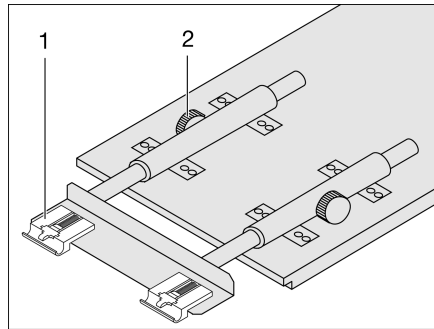

Bild 99 Hängetisch vergrößern
- Die Rändelschrauben (Bild 99,2) lösen.
- Die Tischplatte vorn leicht anheben und bis zum Anschlag herausziehen. Die Tischverlängerung (Bild 99,1) ist ganz ausgezogen.
- Die Tischplatte vorn leicht anheben und bis zum Anschlag zurückschieben. Die Tischverlängerung (Bild 99,1) ist ganz eingeschoben.